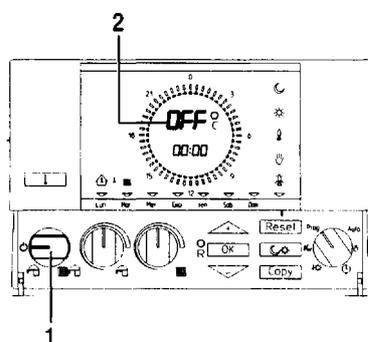

Fig. 9
- При установке ручки (рис. 9 поз. 1) в положение  пульт дистанционного управления дает команду на включение котла только когда температура в помещении опустится ниже $+5^{\circ}\text{C}$, обеспечивая защиту системы отопления от замерзания.
На дисплее (рис. 9 поз. 2) появляется надпись Off.